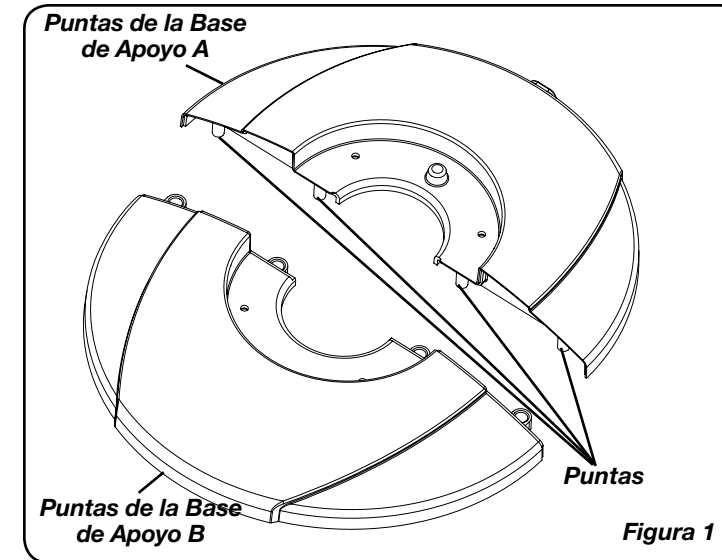
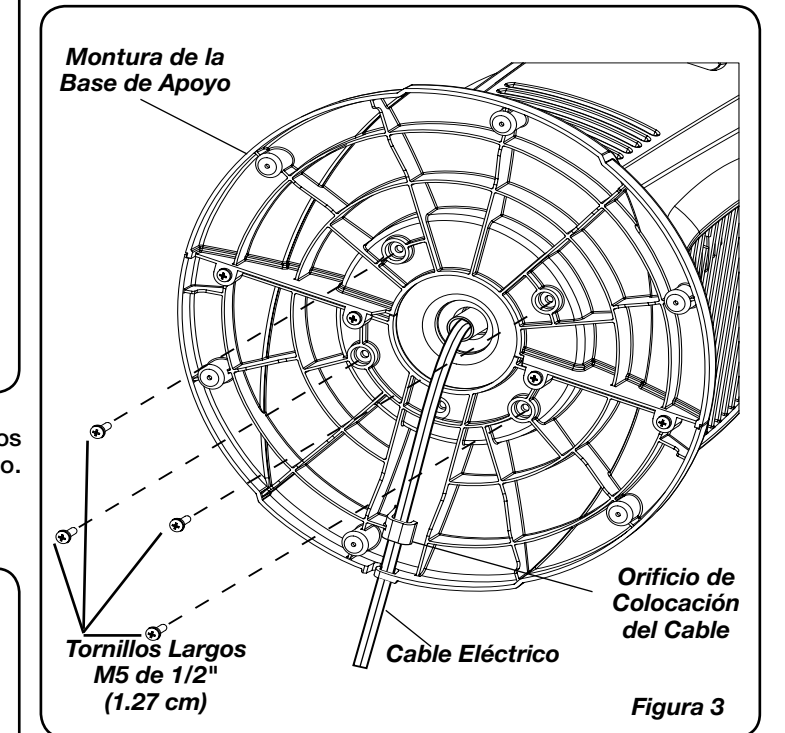

Figura 1
Figura 3
2. Arme las Mitades de la Base de Apoyo encastrando las **Puntas de la Base de Apoyo A** con los Orificios para **Puntas en la Base de Apoyo B**. Conecte el **Cable Eléctrico** a través del orificio grande en el centro de la **Montura de la Base de Apoyo**. (*Figura 1*)
4. Alinee la **Montura de la Base de Apoyo** con la **Base del Motor**, teniendo en cuenta que la ranura del cable en la parte inferior de la **montura de la base de apoyo** debe apuntar hacia la parte posterior del Ventilador. Adose la **Montura de la Base de Apoyo** a la **Base del Motor** con (4) **Tornillos Largos M5 de 1/2" (1.27 cm)**. Cerciérese de alinear la **Llave del Conjunto de la Base de Soporte** con la **Muesca Localizadora de la Base Del Motor**. (*Figura 1*) Suavemente tire del **Cable Eléctrico** para evitar que quede flojo y colóquelo en el **Orificio de Colocación del Cable**. (*Figura 3*)